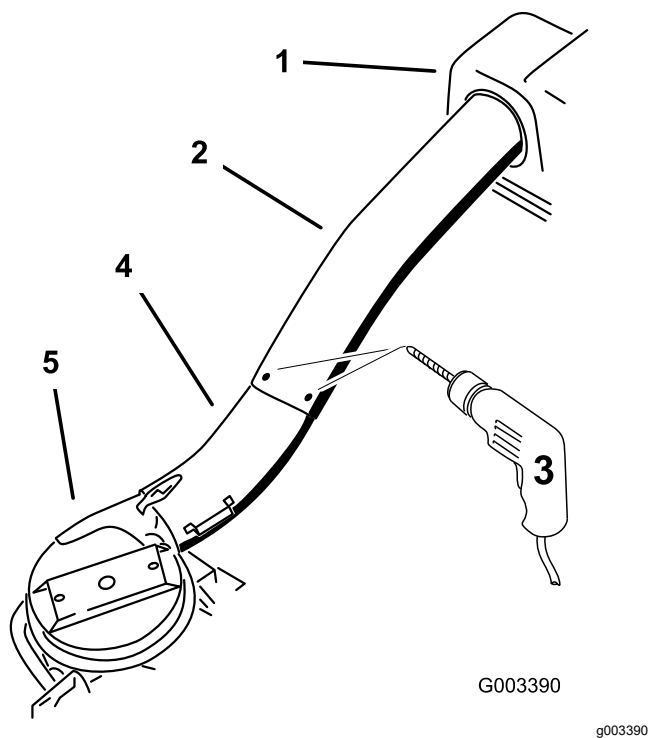

Figure 44
9. En vous servant des 3 trous ou indentations du tube supérieur comme gabarit, percez 3 trous (de 7/32 po de diamètre) à l'endroit où les tubes supérieur et inférieur se rejoignent (Figure 44).